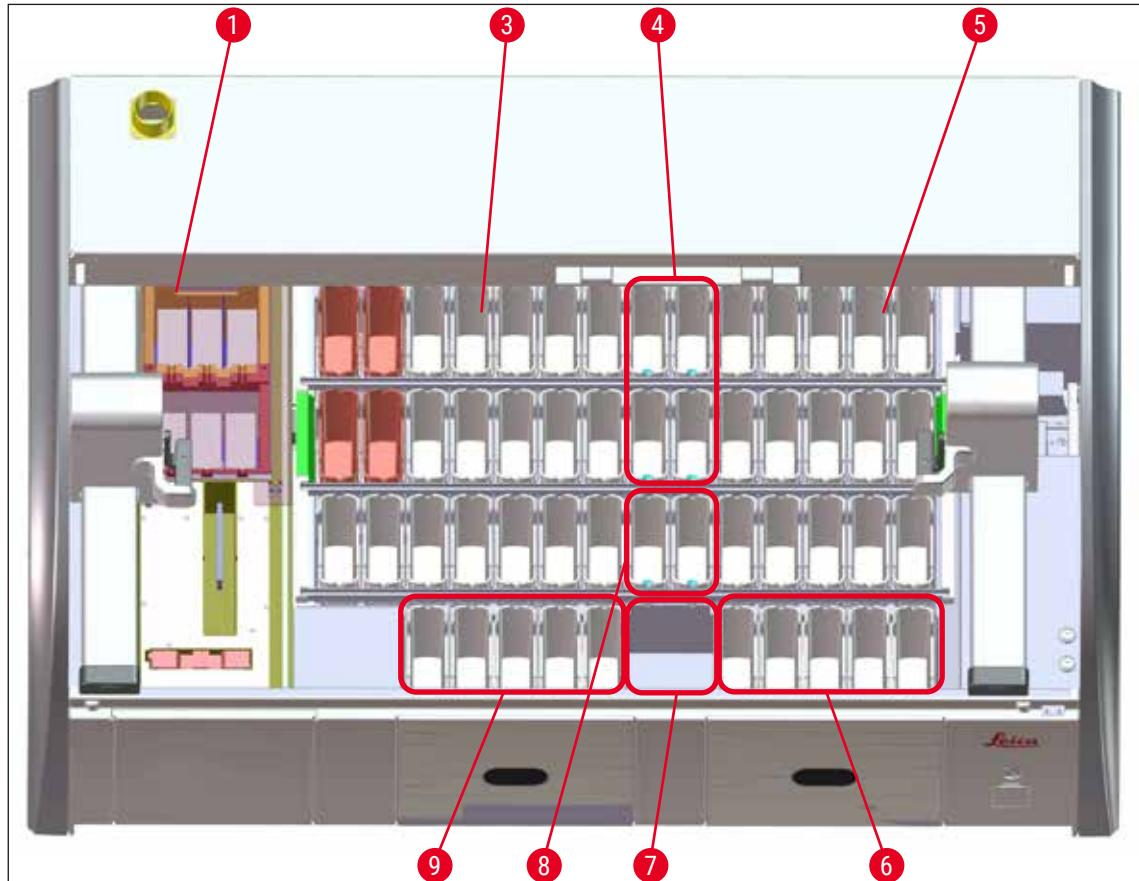

図65
- ・ 複製ステーション（元のステーションと複製したステーション）は容器フィールドの同じ側にあることが必要です（→「図40」）（→「図65」）。これを守らなかった場合、槽の配置の変更結果を保存できません。
- （→「図65」）は、容器フィールドに配置されたさまざまなステーションの一覧です。